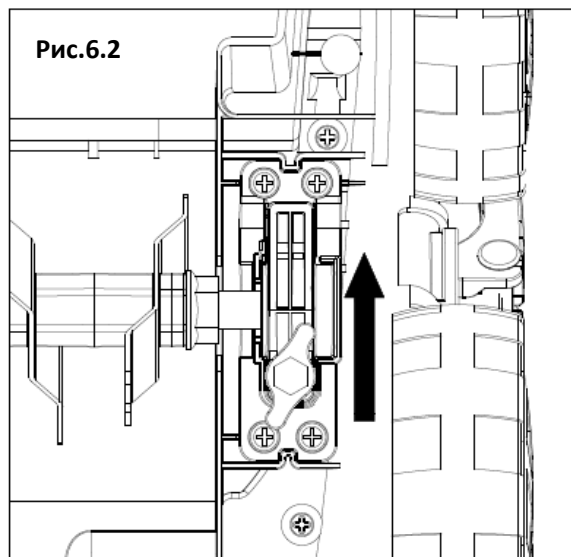

Рис.6.3
- Потянуть фланец системы лезвий по направлению вверх из муфты в корпусе устройства **(Рис. 6.3)**.